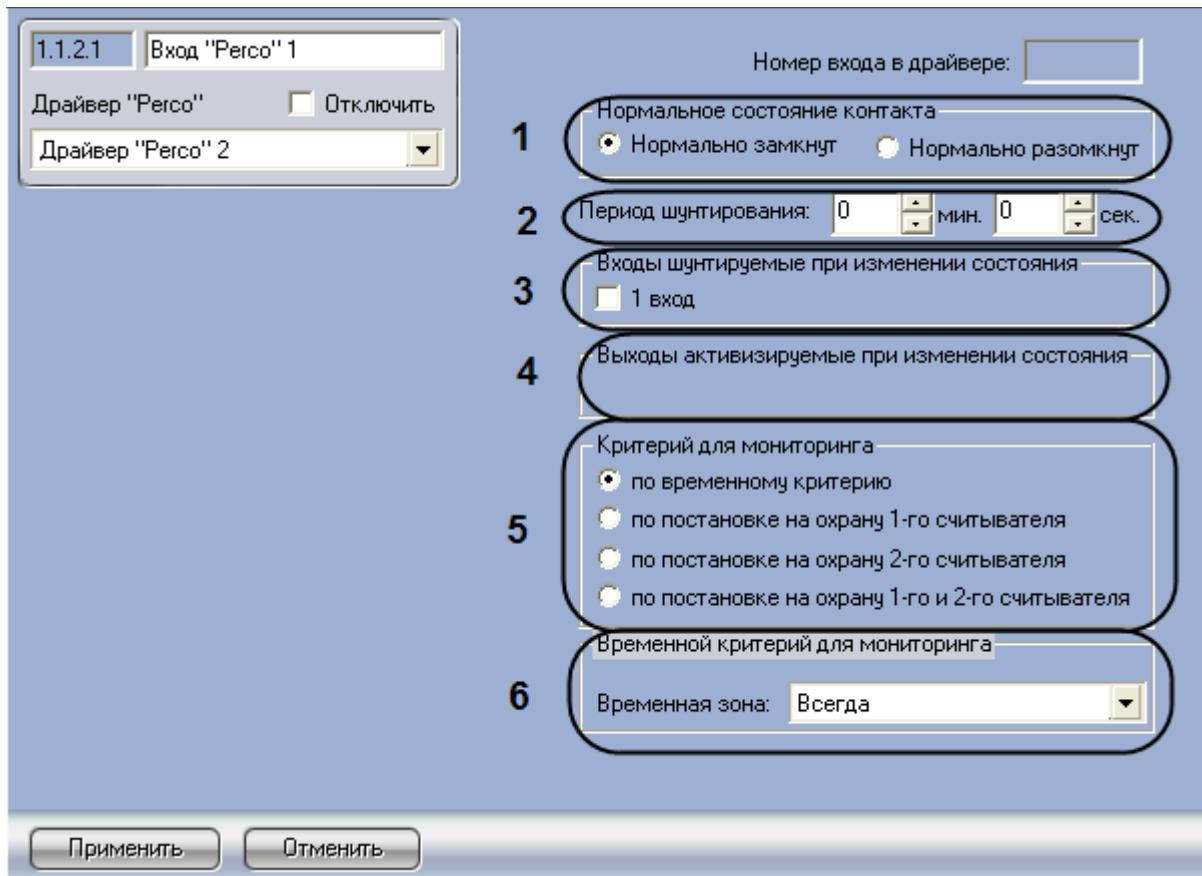

Рис. 3.7—2. Настройка входа Perco
2. Установить переключатель **Нормальное состояние контакта** в положение, соответствующее уровню сигнала на входе, который система должна воспринимать как норму (см. Рис. 3.7—2, 1).
3. Указать промежуток времени, в течение которого состояние входа считается нормальным вне зависимости от уровня входного сигнала в полях **Период шунтирования** с помощью кнопок **вверх-вниз** (см. Рис. 3.7—2, 2). Диапазон допустимых значений – от 00 мин 00 сек до 07 мин 56 сек.